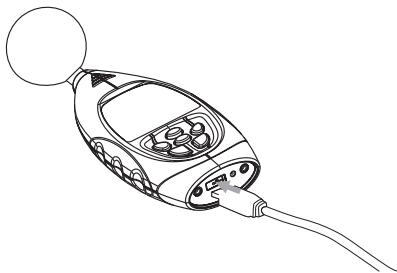

图26
- 将USB传输线的一端插入噪音计底面USB接口处，如图26：